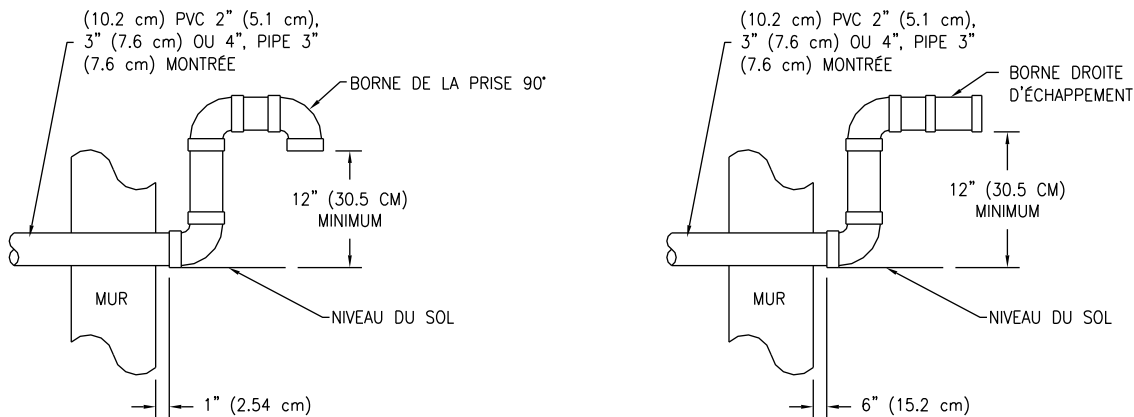

Figure 17 - Terminal d'évent (faible dégagement au sol)
1. Lorsque la ventilation ne peut pas sortir par le mur à une hauteur supérieure ou égale à 12 po (30,5 cm) (et au-dessus du niveau de neige prévu) du sol, l'installation doit être modifiée comme indiqué ci-dessous (voir la figure 17). Reportez-vous au tableau 3 ou 4 pour connaître les longueurs de ventilation maximales utilisant un tuyau en plastique de 2 po (5,1 cm), 3 po (7,6 cm), 4 po (10,2 cm), ou 6 po (15,2 cm) de diamètre.